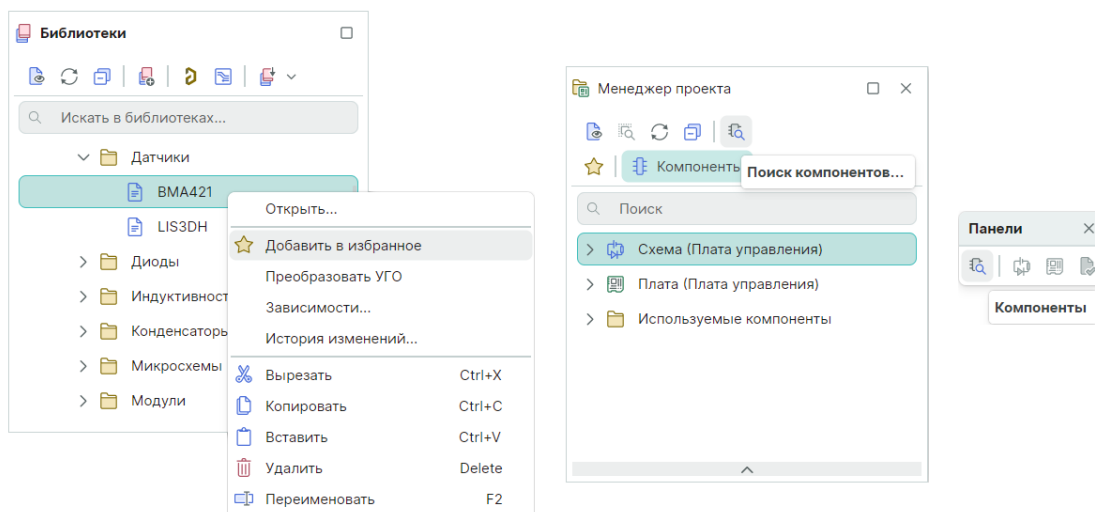

Рис. 44 Добавление во вкладку «Избранное» из панели «Библиотеки» и вызов панели «Компоненты»
2. Компоненты, добавленные с помощью глобального поиска в окне «Компоненты», активация которого доступна из панели инструментов «Панели» и из панели «Менеджер проекта», см. Рис. 44.